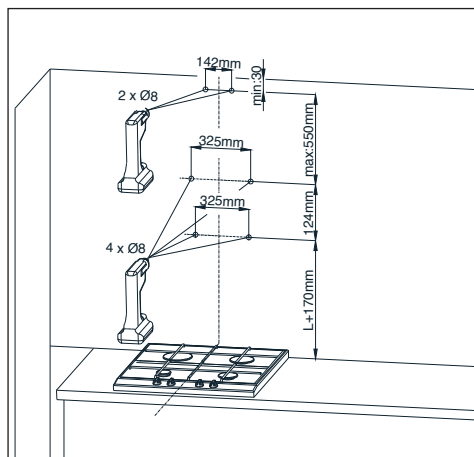
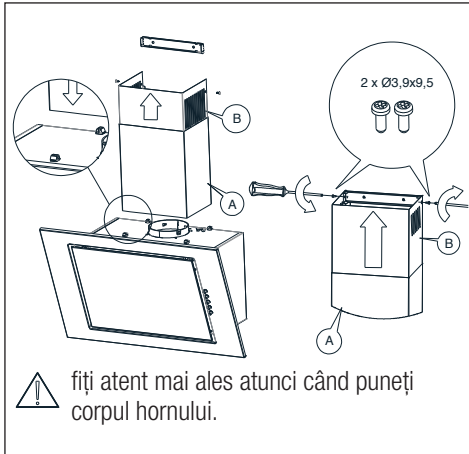

Fig. 4 Dimensiuni de montare
Fig.9 Montajul corpului coșului
În cazul în care manualul de utilizare al aparatului de preparare prevede o distanță mai mare pentru instalarea hotei, o astfel de distanță mai mare trebuie menținută. Instalarea hotei și a corpului hornului este prezentată în figurile (Fig.4 - Fig. 9). Hota este echipată cu tije de fixare care se potrivesc cu majoritatea pereților și tavanelor. La montare respectați regulile de evacuare a aerului din incintă.
1. Stabiliți axa aparatului de gătit și proiectați-o pe perete, acolo unde veți monta hota. Marcați toate punctele caracteristice ale fixării hotei. Faceți toate găurile cu burghiul. (Fig. 4)
Puneți corpul hornului pe corpul hotei. Apoi, ridicați ușor partea hotei marcată cu B, până când poate fi înșurubat elementul de fixare atașat anterior pe perete (Fig. 9)